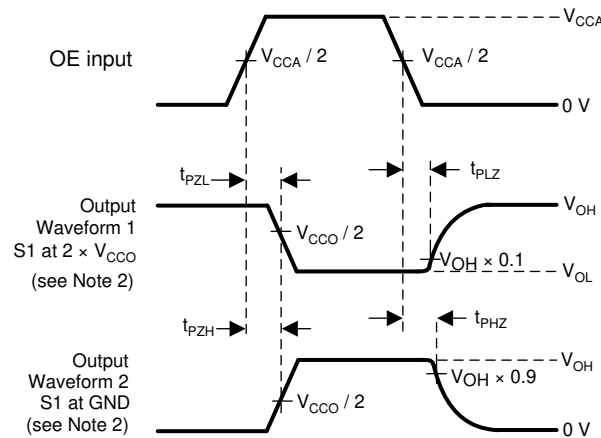

図 7-6. イネーブルおよびディセーブル時間
2. 図 7-6 の波形 1 は、OE が High の場合を除き、出力が High になる内部構成の出力です (図 7-3 を参照)。図 7-6 の波形 2 は、OE が High の場合を除き、出力が Low になる条件の出力です。